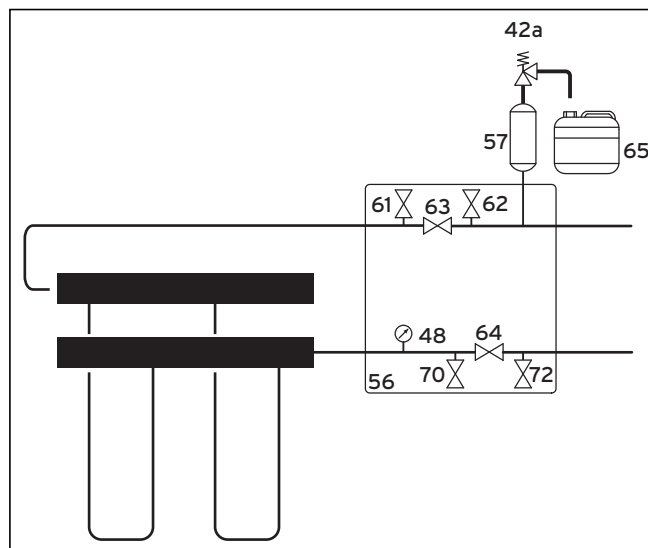

Abb. 5.7 Armaturen im Solekreis
Legende zu Abb. 5.7
- Installieren Sie den Sole-Auffangbehälter (→ **Abb. 5.7, Pos. 65**) drucklos am Sicherheitsventil (**42a**). Der Sole-Auffangbehälter darf nicht komplett geschlossen sein, da sonst die Funktion des Sicherheitsventils nicht gewährleistet ist.